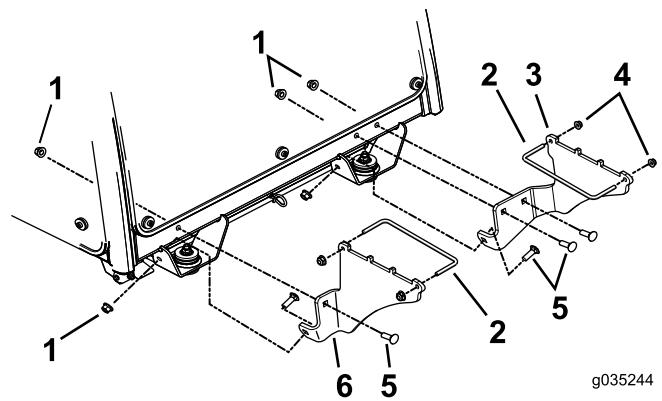

Figure 2
- Montez les supports de masse comme montré à la Figure 2.